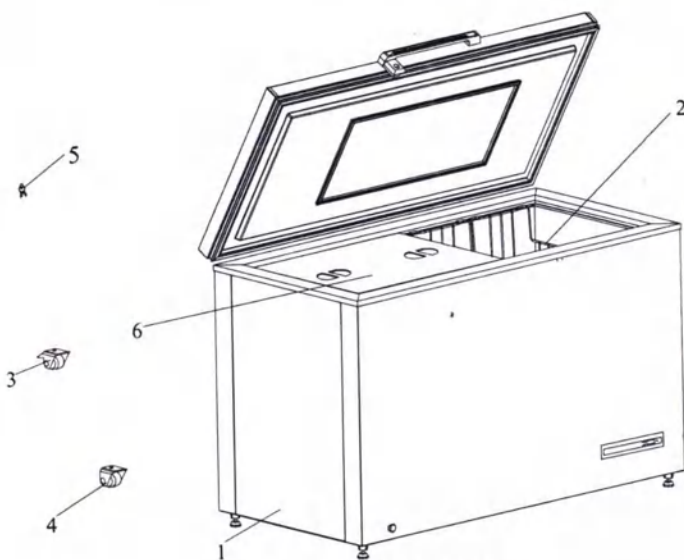

Рис. 1 Общий вид
5.8 Для сохранения температурного режима внутри морозильника при пользовании под дверью находятся две крышки из вспененного полистирола (рис.1). После укладки или извлечения препаратов из морозильника для модели MM-180/20/35-«ПОЗИС» установите крышки таким образом, чтобы скос был со стороны боковых стенок морозильника.